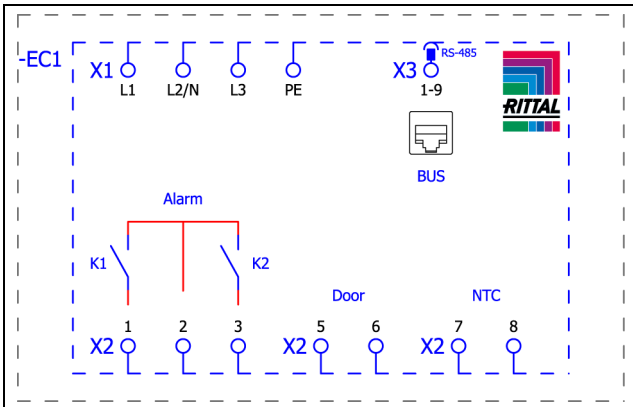
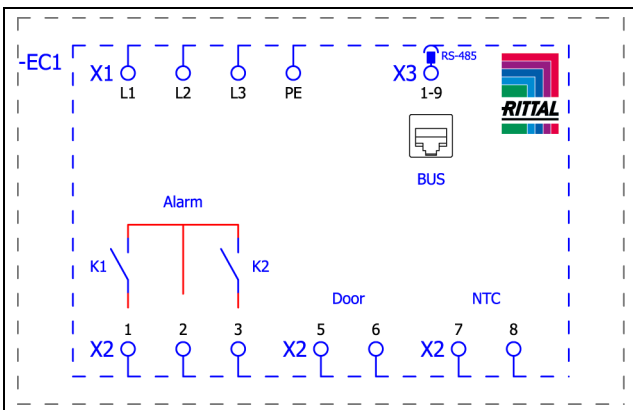

Bild 17: Kopplingschema SK 3186x3x, SK 3187x3x och SK 3185x3x
Bild 18: Kopplingschema SK 3188x4x och SK 3189x4x
- Ta ut nätkontakten ur leveransförpackningen och koppla in nätförsörjningen enligt tillhörande anslutningsmärkning (bild 17 resp. bild 18).